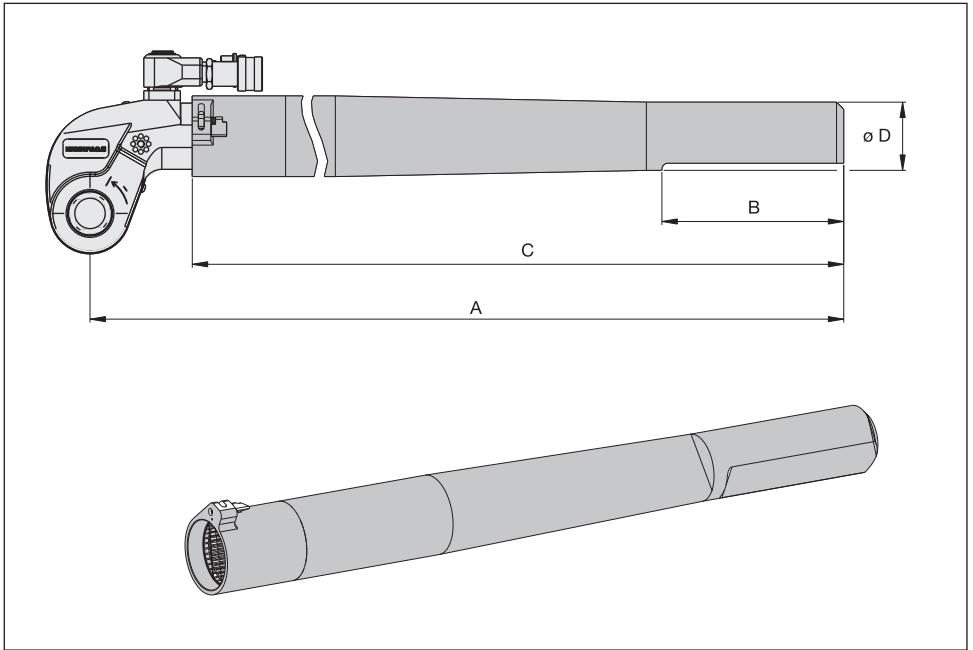

Abb. 31
6.5 Abmessungen und Spezifikationen, Abstützarm-Verlängerungen der RTE-Serie (Abb. 31)